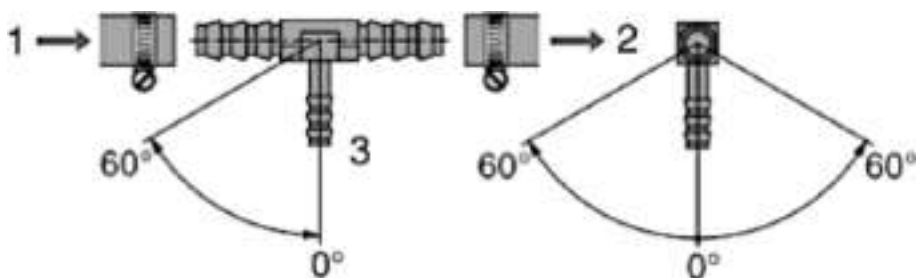

Fig. 36
- Tagliare/dividere il tubo del carburante del veicolo e installare il raccordo a T con le sue aperture più spesse tra le due estremità Fig. 36 (1) (2) del tubo.
- Dopo questo, collegare il tubo del carburante del riscaldatore con l'aiuto di un manicotto di gomma con l'estremità sottile Fig. 36 (3) del raccordo a T.